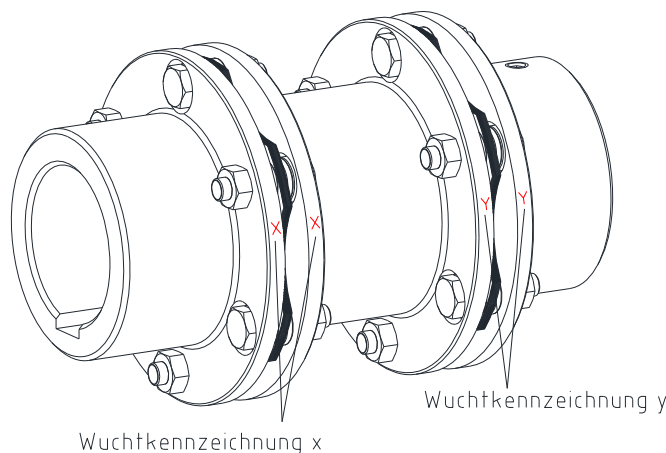

Bild 24: Ausrichtung des Zwischenstücks
- Bei der Montage des Zwischenstücks ist auf die richtige Ausrichtung der Wuchtkennzeichnung zu achten. Die Wuchtkennzeichnung X (Y) der Nabe muss z. B. fluchtend zu der Wuchtkennzeichnung X (Y) des Zwischenstücks ausgerichtet sein (siehe Bild 24).